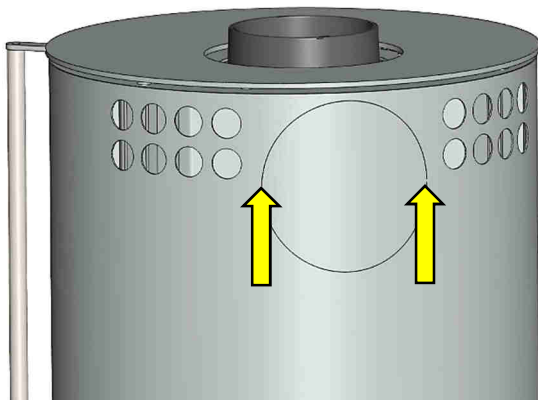

Abb. 11: Ausbruch öffnen
1. Mit einem Metallsägeblatt die Stege der Blende auf der Rückseite des Ofens durchtrennen (Abb. 11).
1. Ausbruch des Aufsatzes, wie in Abb. 11 dargestellt, heraustrennen.